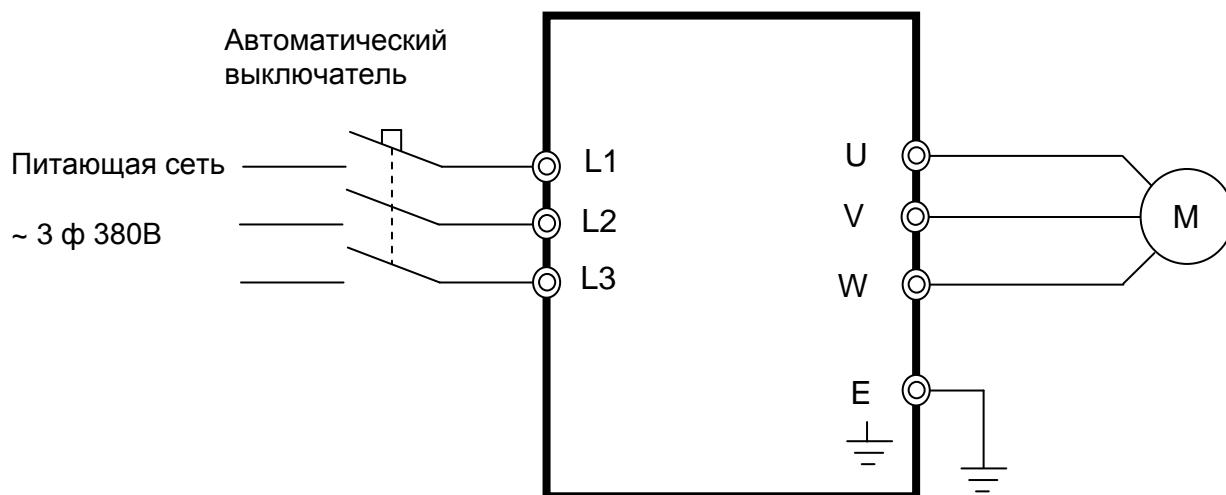

Рис. 8.2. Схема подключения силовых цепей ПЧ E4-8400
8.2. Подключить проверяемый ПЧ по схеме, приведенной на рис. 8.2.